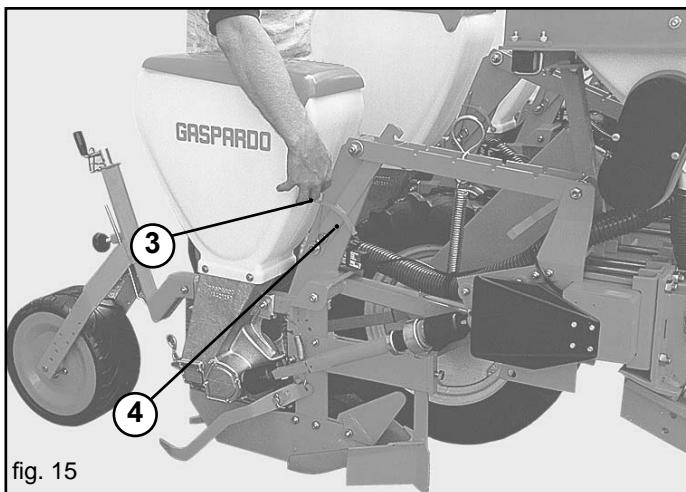

fig. 15
- Aggiornare la molla nella posizione 3 (Fig. 15);
- Aggiornare la molla nella posizione 4 (Fig. 15).